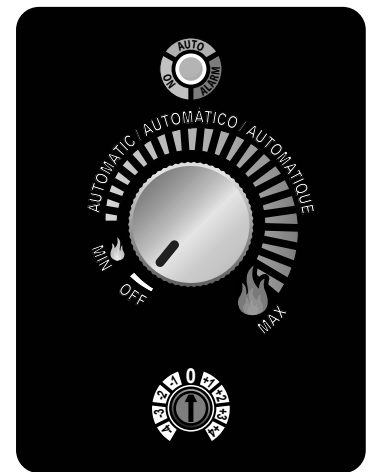

Figura 2.1
**1.** Gire el control de marcación a OFF y asegúrese de que el aparato esté completamente apagado, Figura 2.1.